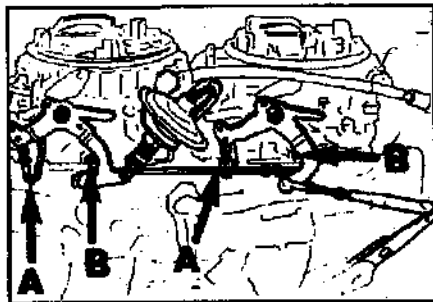

Рис.3 Винты регулировок холостого хода и CO.
г) Если синхронизация нарушена, то ее регулируют с помощью винта с гайкой (А) (Рис.3).
- е) Если показания выходят за пределы допустимого, то регулировку оборотов холостого хода проводят вращением гайки (А) на соединительном стержне (Рис.3). Вращая гайку, добиться равного значения синхронизации карбюраторов.
- и) Если значения выходят за пределы допустимого, то регулировку проводят винтом качества состава смеси (В) на обоих карбюраторах (Рис.3).